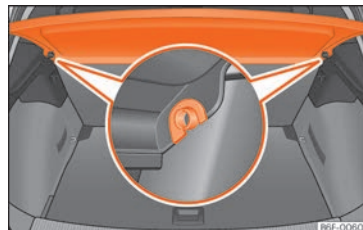

Fig. 110 En el maletero: desmontar y montar la bandeja.
- Desencaje la bandeja de los soportes laterales »» fig. 110 tirando de ella hacia arriba y extraiga la bandeja.
- Introduzca la bandeja horizontalmente haciendo coincidir la "herradura" sobre el eje de los soportes »» fig. 110, y presione hacia abajo hasta que encastre.